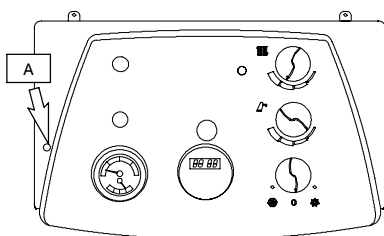

Fig. 5.1
- 2 Enlever les vis "A" (Fig. 5.1) et rabattre en avant le tableau de commande.